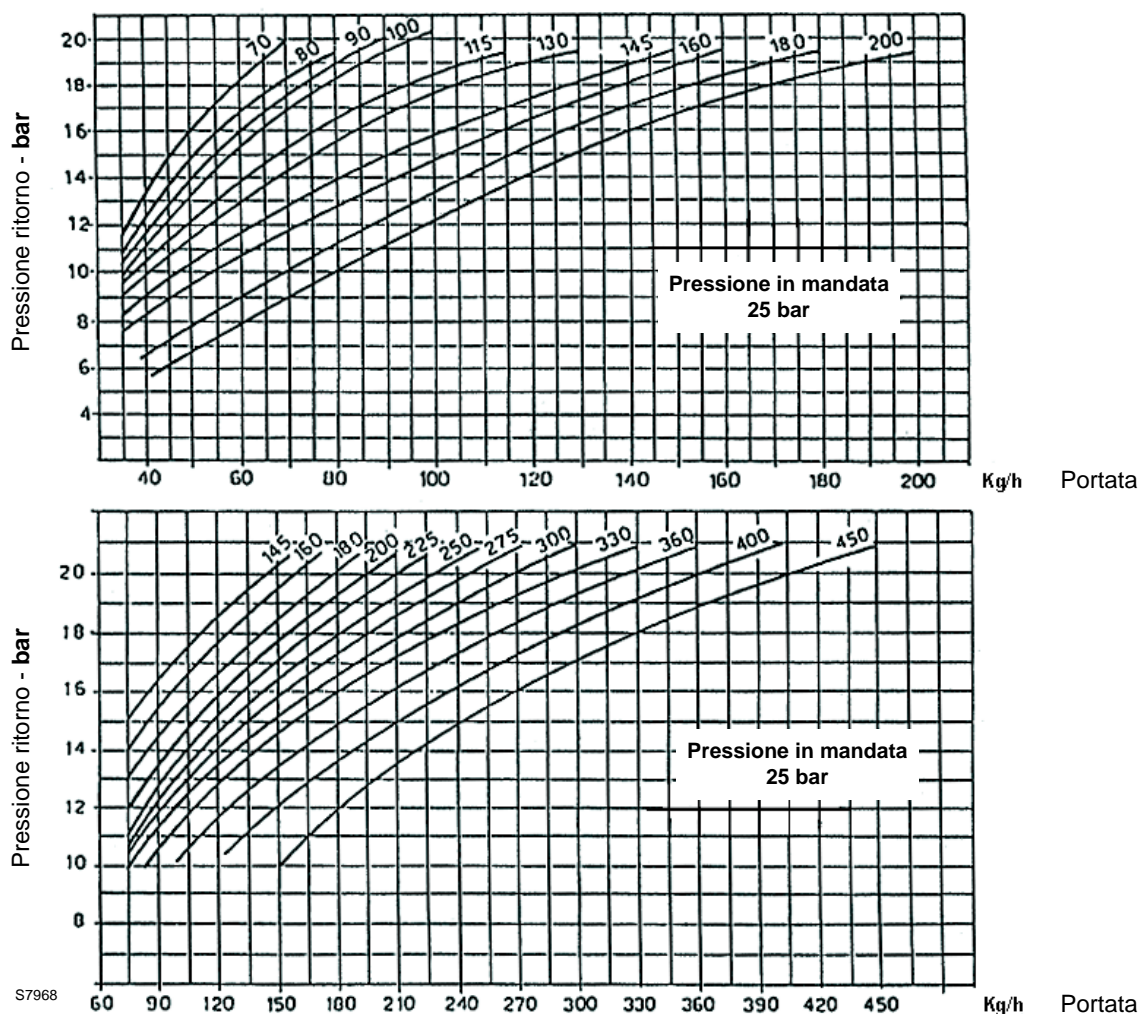

Fig. 10
- A regolazione avvenuta verificare manualmente che fra 20° e 130° non vi siano impuntamenti e che le pressioni massima e minima corrispondano a quella prescelta secondo il diagramma Fig. 10.